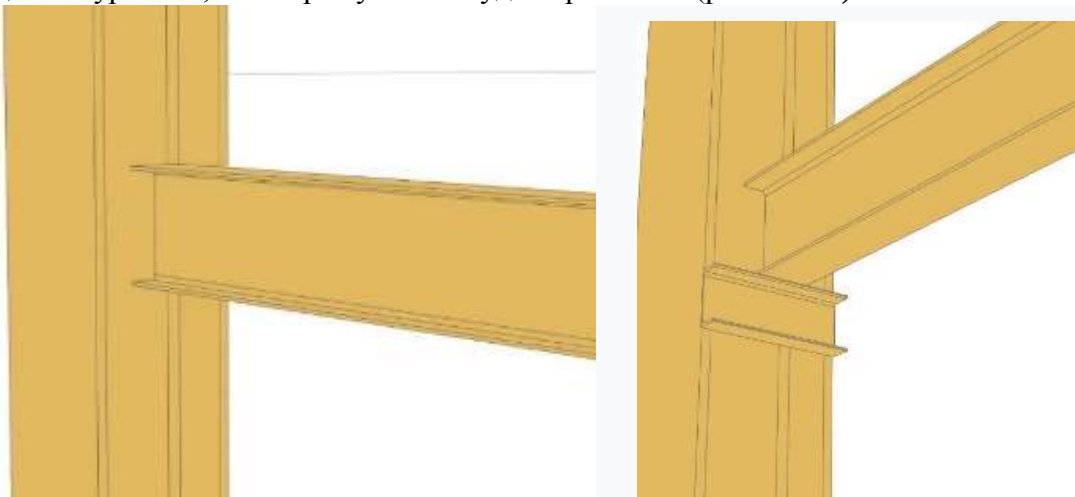

Рисунок 14.11 - Построение балки. Добавление швеллера
8. Моделирование балок. Необходимо построить балку, опирающуюся на колонну. Задайте ей необходимый уровень, к которому балка будет привязана (рис. 14.11).
С добавленным швеллером узел все ближе подбирается к законченному виду, но до полного завершения необходимо добавить пластины (рис. 14.11).